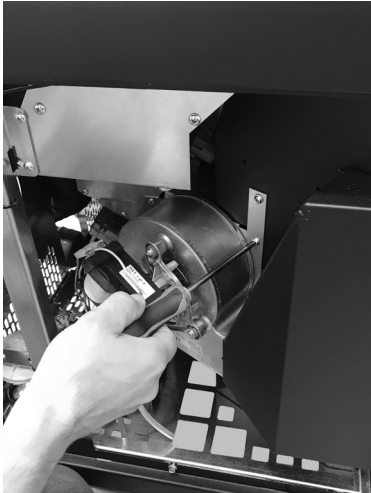
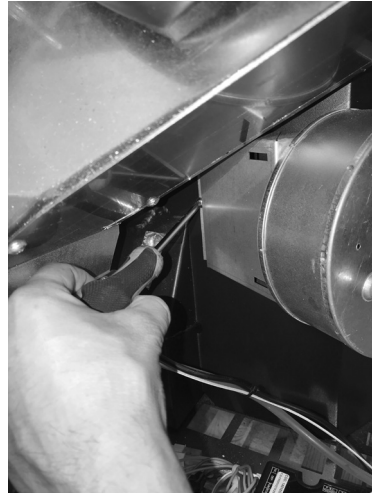

Fig. 38 - Quite los tornillos
Fig. 39 - Quite el tornillo
- Extraiga los 4 tornillos de fijación del ventilador izquierdo (véase **Fig. 38** y **Fig. 39**).